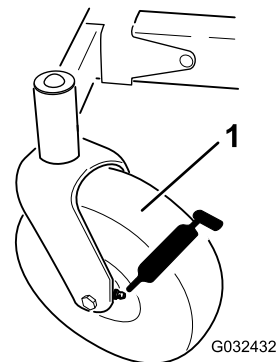

Figura 30
3. Limpie los engrasadores (Figura 30) con un trapo.
4. Conecte una pistola de engrasado a cada engrasador (Figura 30).